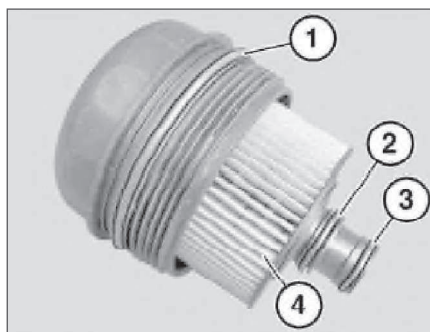

Рис. 2.10. Кольца фильтра
- Вынуть фильтрующий элемент (4, рис. 2.10) и протереть корпус чистой ветошью. Установить новый фильтрующий элемент, соблюдая рекомендации указанные на фильтре.